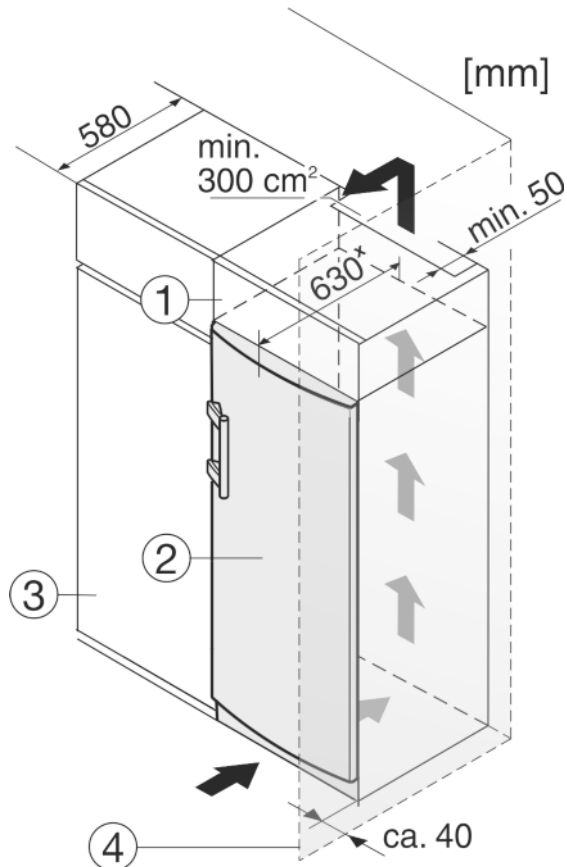

Fig. 10
- (1) Élément haut
- (2) Appareil
- (3) Placard de cuisine
- (4) Mur
L'appareil peut être réagencé avec des buffets de cuisine. Pour adapter l'appareil Fig. 10 (2) à la hauteur du coin cuisine, une rehausse Fig. 10 (1) peut être posée sur l'appareil.
Lors de la transformation avec des placards de cuisine (profondeur max. 580 mm), l'appareil peut être placé directement à côté du placard de cuisine Fig. 10 (3). L'appareil dépasse latéralement de 34 mm * et de 50 mm * au centre de l'appareil par rapport à la face avant du placard de cuisine.
Si l'appareil est installé avec les charnières à côté d'un mur *Fig. 10 (4)*, la distance entre l'appareil et le mur doit être de 40 mm min. Ceci correspond à la saillie de la poignée lorsque la porte est ouverte.